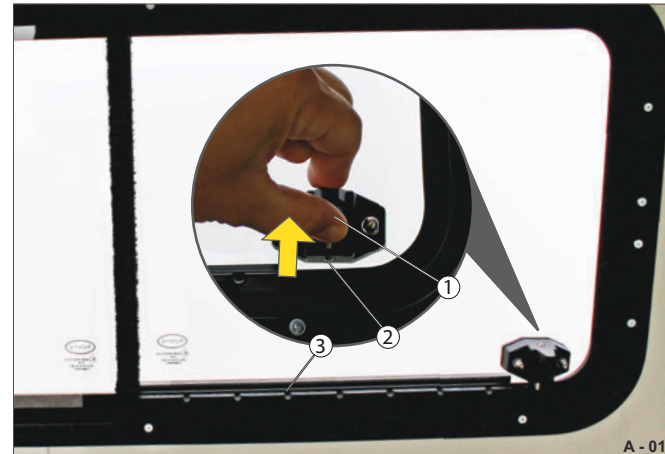
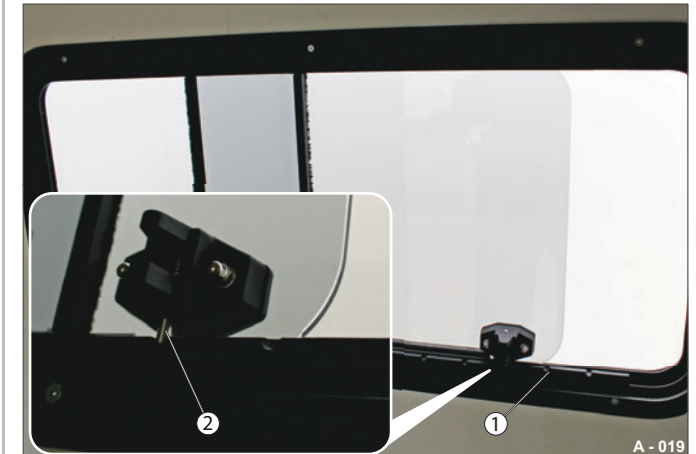

Abb. 18 Schiebefenster entriegeln
Abb. 19 Schiebefenster geöffnet / fixiert
- ▶ Drücken Sie den Hebel (Abb. 18/1) zusammen. Der Stift (Abb. 18/2) fährt nach oben - Fenster ist entriegelt.
- ▶ Schieben Sie das Schiebefenster soweit auf, dass der Stift (Abb. 19/2) in einer der Einkerbungen (Abb. 18/3) einrastet. Schiebefenster ist geöffnet und fixiert (siehe Abb. 19)
- ▶ Drücken Sie den Hebel (Abb. 18/1) zusammen und schieben Sie das Schiebefenster komplett zu. Die Verriegelung (Abb. 20/1) rastet ein.